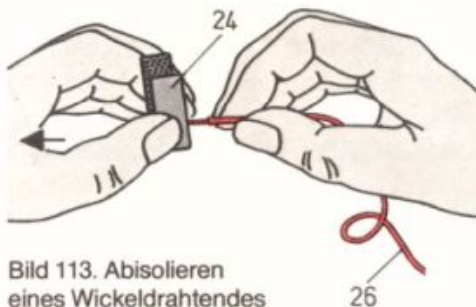

Bild 113. Abisolieren eines Wickeldrahtendes
Der Drahtanfang wird nun mit dem Schleifpapier (Teil 24) 20 mm lang blank gemacht. Auf Bild 113 siehst du, wie es am besten geht: Du faltest das Schleifpapier mit der rauhen Seite nach innen und nimmst es in die eine Hand. Dann legst du das abisolierende Drahtende zwischen die rauhen Flächen und drückst sie zusammen, während du das zusammengeklappte Schleifpapier vom Drahtende abziehst. Das mußt du mehrmals wiederholen, und zwar jedesmal mit etwas anderer Handhaltung, damit das Schleifpapier immer neue Stellen trifft. Zum Schluß soll das Drahtende an seinem ganzen Umfang abisoliert sein.
- die durch das Aufschneiden entstandenen beiden Enden einzeln 20 mm lang blank machen (vgl. Bild 113),